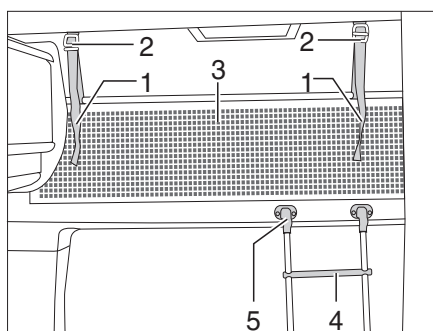

Fig. 148 Letto mansarda
Per salire sul letto mansarda, utilizzare la scaletta di accesso (Fig. 148,4) in dotazione ai modelli di serie.
- Agganciare la scalette con i longheroni nell'apposito supporto (Fig. 148,5) al pannello cieco del letto.
La rete protettiva (Fig. 148,3) è stivata sui modelli di serie tra il materasso e il telaio portamaterasso. Fissare la rete protettiva soltanto dopo che le persone si sono stese nel letto mansarda.
- Fare innestare i nastri di sostegno (Fig. 148,1) nei supporti sul soffitto (Fig. 148,2).